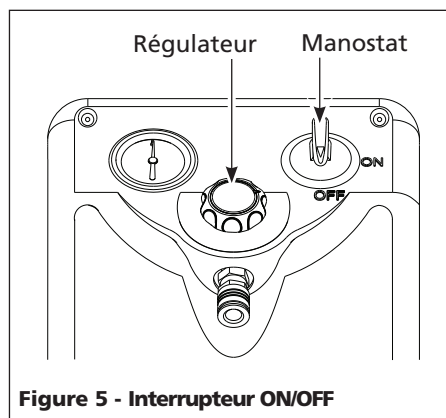

Figure 5 - Interrupteur ON/OFF
- **Manostat** - Interrupteur ON/OFF (Figure 5) – Dans la position ON, le compresseur se coupe automatiquement quand la pression du réservoir arrive à la pression maximale réglée d'avance. Dans la position OFF, le compresseur ne fonctionnera pas. Cet interrupteur devrait être dans la position OFF pendant le branchement ou le débranchement du cordon d'alimentation de la prise de courant ou pendant le changement d'outils pneumatiques.